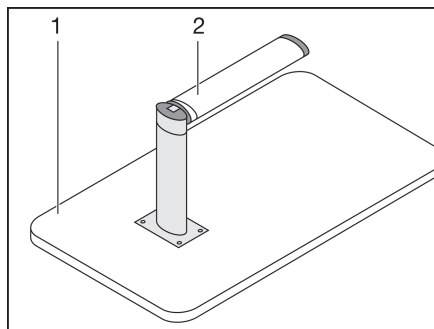

Fig. 51 Base de cama
- Levantar 45° aprox. el tablero de mesa (Fig. 51,1) por delante.
- Tirar hacia abajo de la parte inferior de la pata de apoyo articulada (Fig. 51,2) y abatirla 90°.